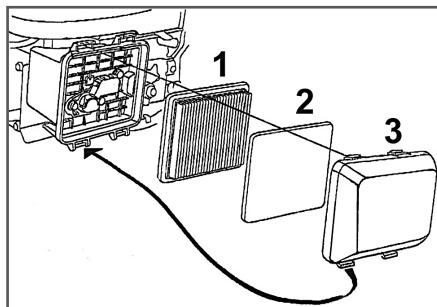

Рис.16 Конструкция воздушного фильтра
1. Нажмите на фиксаторы и снимите крышку воздушного фильтра (Рис. 16 п. 3).
2. Извлеките из крышки воздушного фильтра предварительный вфильтрующий элемент (Рис. 16 п. 2).
3. Извлеките основной фильтрующий элемент (Рис. 16 п. 1).
Основной (бумажный) фильтрующий элемент (Рис. 16 п. 1) не подлежит очистке, необходима его замена. Эксплуатация двигателя с грязными или поврежденными фильтрующими элементами или без фильтрующих элементов приведет к попаданию грязи и пыли в карбюратор и двигатель, что в свою очередь, станет причиной его быстрого износа. Двигатель в этом случае не подлежит ремонту по гарантии.